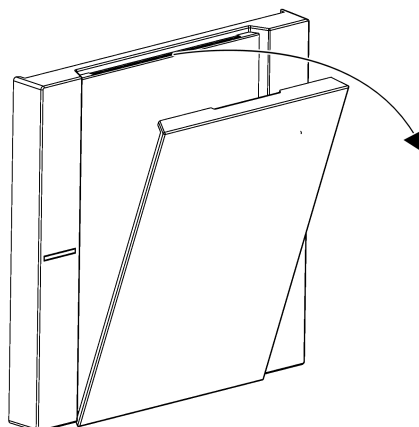

Figura 10: Retirar la tapa del portaetiquetas
- Retirar la tapa del portaetiquetas del interruptor basculante tirando de la muesca por un lado (véase figura 10).